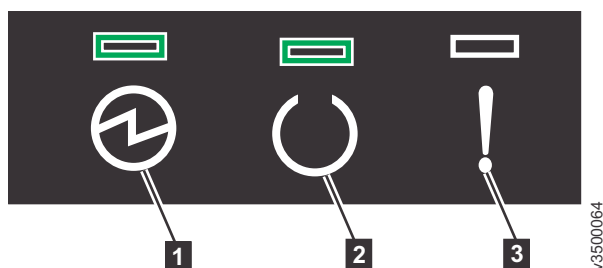

图 140. 扩展容器指示灯
2. 从扩展机柜后部，检查每个扩展容器上的指示灯（请参阅图 140）。